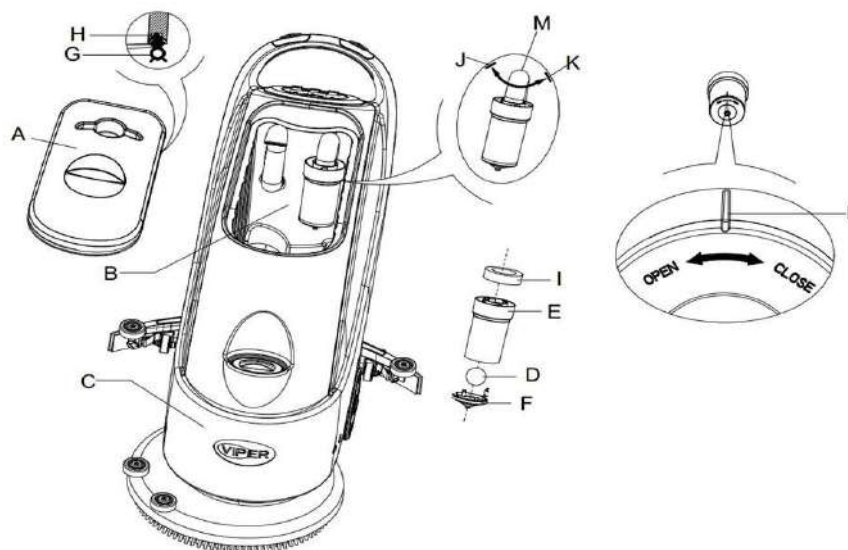

Figura 11
2. Presione el interruptor de encendido (38) en posición "O" para apagar la máquina.
3. Abra la tapa del tanque de recuperación (A, **Figura 11**) y retire el dispositivo del flotador (36) del tanque de recuperación.
4. Use agua fresca para lavar la tapa del tanque de recuperación (A), el tanque (B y C), y el bastidor del filtro del flotador (E). A través del Tubo de Recuperación (15), vacíe toda agua del tanque.
5. Si have falta, siga los símbolos "Abierto" y "Cerrado" como se indica en la **Figura 11**, abra la tapa inferior (F) del filtro del flotador y limpie el flotador (D), su filtro, el bastidor (E), y la esponja del filtro. Después de limpiar, fije el flotador sobre el bastidor del filtro (E), luego alinee la ranura marcada (L) de la tapa inferior (F) del filtro del flotador con la ranura marcada (L) del bastidor del filtro (E). Apriete la tapa inferior (F) del filtro del flotador y fije la esponja del filtro (I) sobre el bastidor (E), y luego sobre la manguera de aspiración (M).
6. Compruebe la integridad del anillo de sellado (G) de la tapa del tanque de agua.
Si es necesario, la tira de sellado del tanque de agua (G) se puede sacar de la ranura (H) y ser reemplazada. A la hora de ensamblar una nueva tira de sellado del tanque de agua, como indica la Figura 11 más abajo, instale el conector en la sección central de la parte posterior.
7. Compruebe si la superficie de recepción de la tira de sellado (G) está intacto y sella adecuadamente.
8. Cierre la tapa del tanque de recuperación (A).